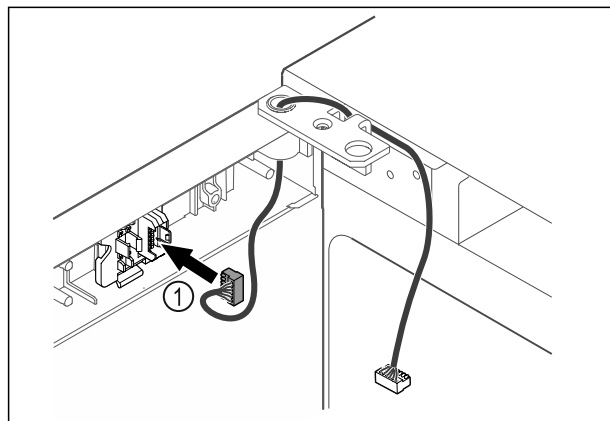

Fig. 44
- ▶ Futni spinën Fig. 44 (1) në mbajtësen e spinës.